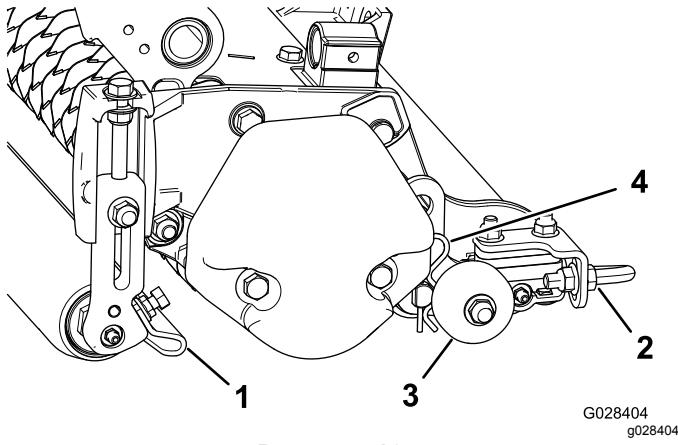

Рисунок 12
- Ослабьте гайки с буртиками, которые крепят скребки роликов (Рисунок 12).
Перед тем, как опустить вертикуттер на пол в мастерской или извлечь его из тягового блока, опустите ведущие ролики (Рисунок 12), чтобы обеспечить отсутствие контакта ножей с твердой поверхностью.